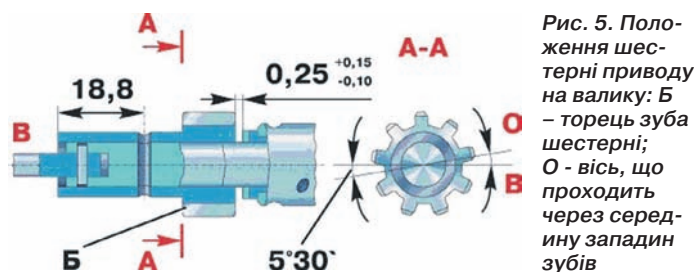

Рис. 5. Положення шестерні приводу на валику: Б – торець зуба шестерні; О – вісь, що проходить через середину западин зубів
2. З'єднавши валик 10 приводу з проміжним валиком-пластиною 3 приводу і надівши упорну шайбу 7, напресуйте шестерню на валик, витримавши зазор між упорною шайбою і шестернею приводу  $0,25_{-0,10}^{-0,15}$  мм (рис. 5).